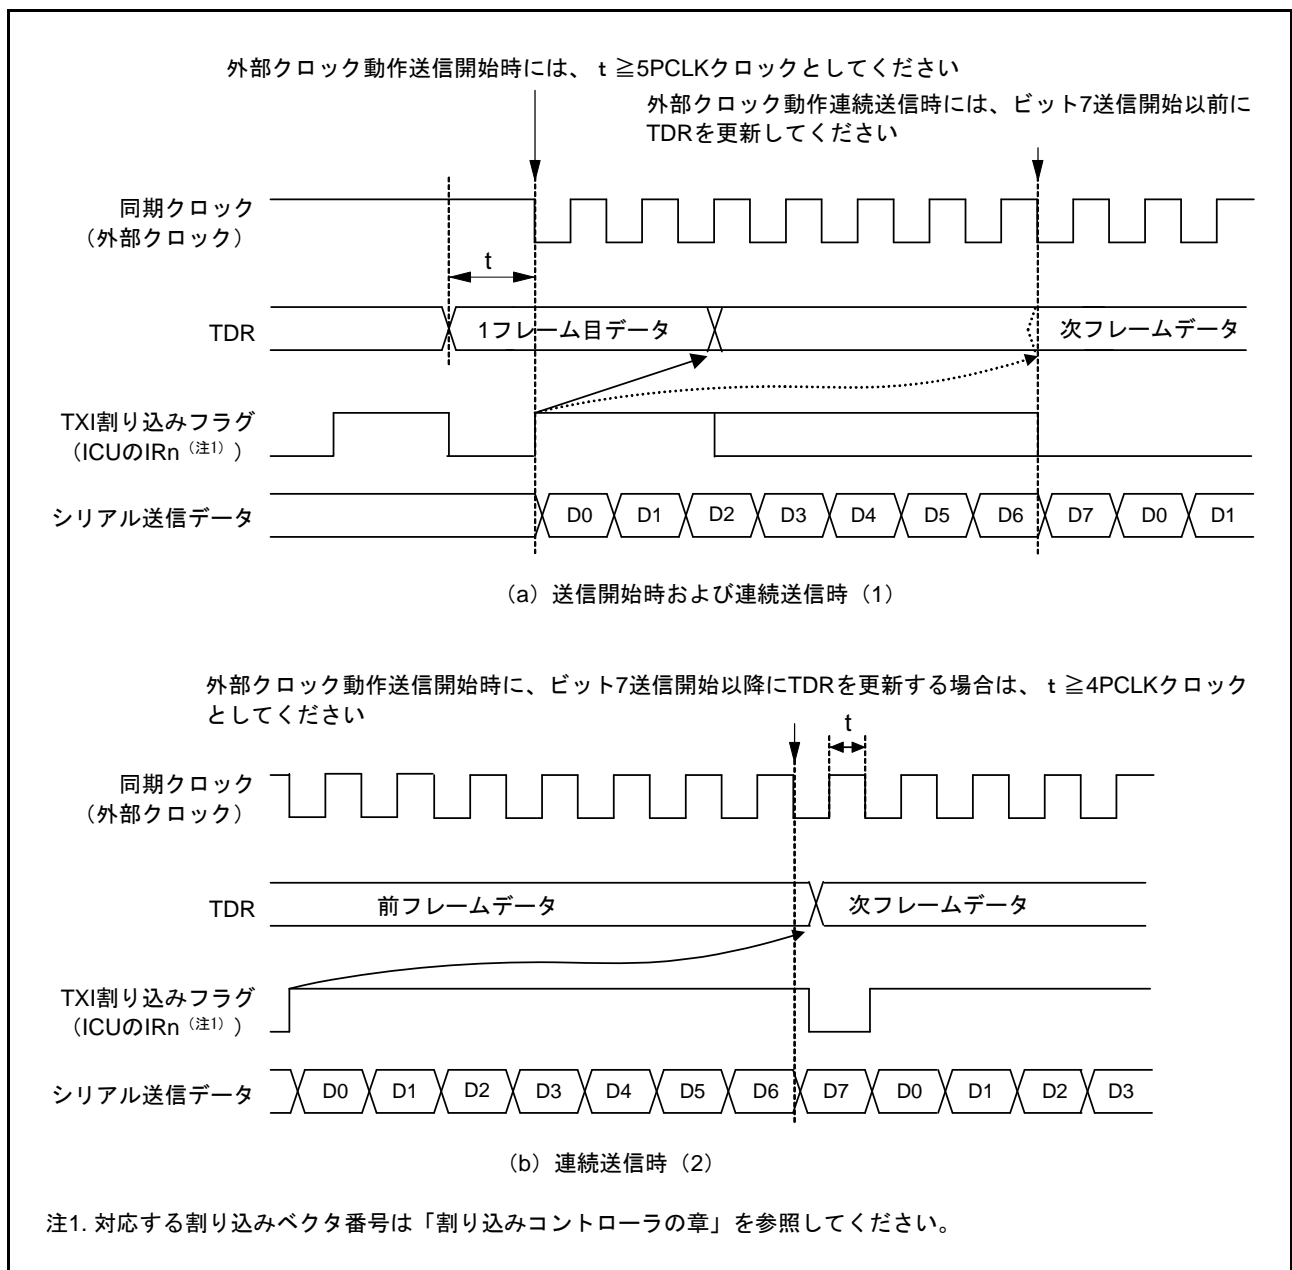

図 30.73 クロック同期式モード送信での外部クロック使用の制約事項
CPU、DMAC または DTC による TDR レジスタの更新後、PCLK で 5 クロック以上経過した後に送信クロックを入力してください (図 30.73 参照)。
(2) 連続送信時
- ビット7の送信クロックの立ち上がり以前に、TDR または TDRL レジスタに次の送信データを書き込んでください (図 30.73 参照)。
- ビット7送信開始以降に TDR を更新する場合は、同期クロックが Low の期間に TDR を更新し、かつビット7の送信クロックの High 幅を、4PCLK クロック以上にしてください (図 30.73 参照)。